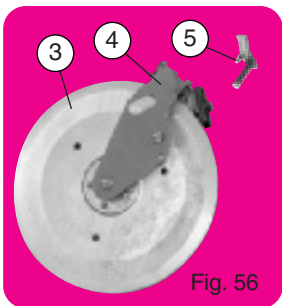

Fig. 56
- 1 roue ③ sur son cadre ④ avec décrotoir et boulonnerie
- 1 taquet d'escamotage ⑤ (fig. 56).
- 1 Rueda ③ con su marco ④ con quitaterrones y tornillería
- 1 Tope de escamoteado ⑤ (fig. 56).
- 1 wheel ③ on its bracket ④ with scraper and bolts
- 1 retracting latch ⑤ (fig. 56)